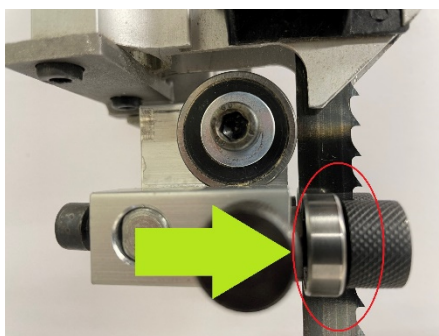

Figure 33
- Avancer le guide lame de manière à ce que les roulements de guidage latéraux soient au niveau du talon du ruban de découpe classique. (Fig 33,34)